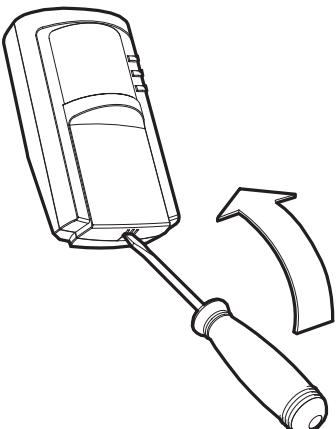
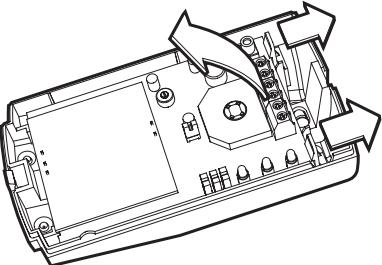

Рис.5
Рис.6
- снять крышку извещателя (Рис.5) и извлечь печатную плату (Рис.6);